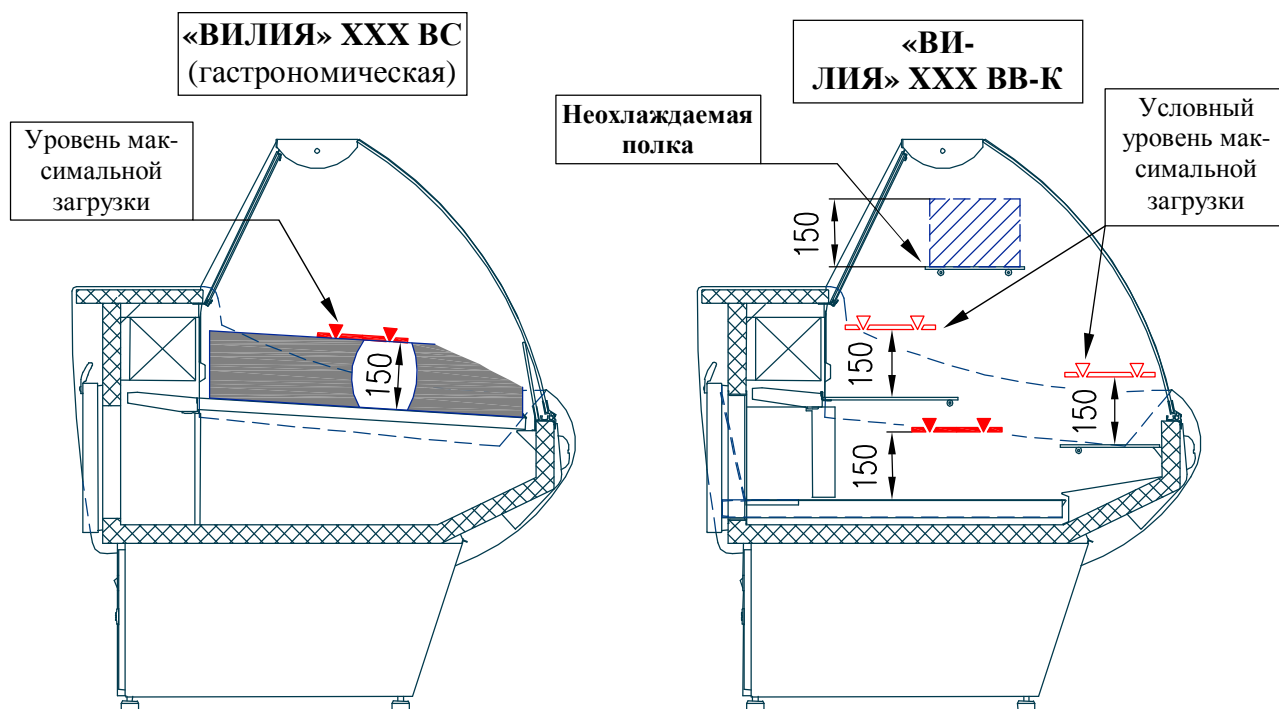

Рис. 4. Загрузка витрины продуктами
- Ø Проверить правильность расположения продуктов в витрине, согласно разд. 3.7 и рис. 4.